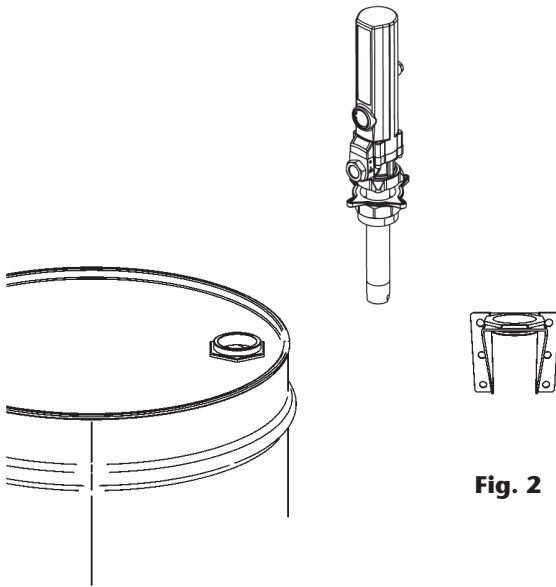

Fig. 2
These pumps can be mounted directly on drums, tanks or on a wall bracket (p.n. 360 102) fitted with a 2" bung (fig 2).
Las bombas pueden ser montadas directamente sobre bidones, cisternas o sobre un soporte mural (cód. 360 102) que dispongan de rosca 2" BSP H (fig. 2).
Les pompes peuvent être installées directement sur fût, sur citerne ou sur un support mural (réf. 360102) muni d'un raccord 2" BSP (F) (Voir Fig. 2).